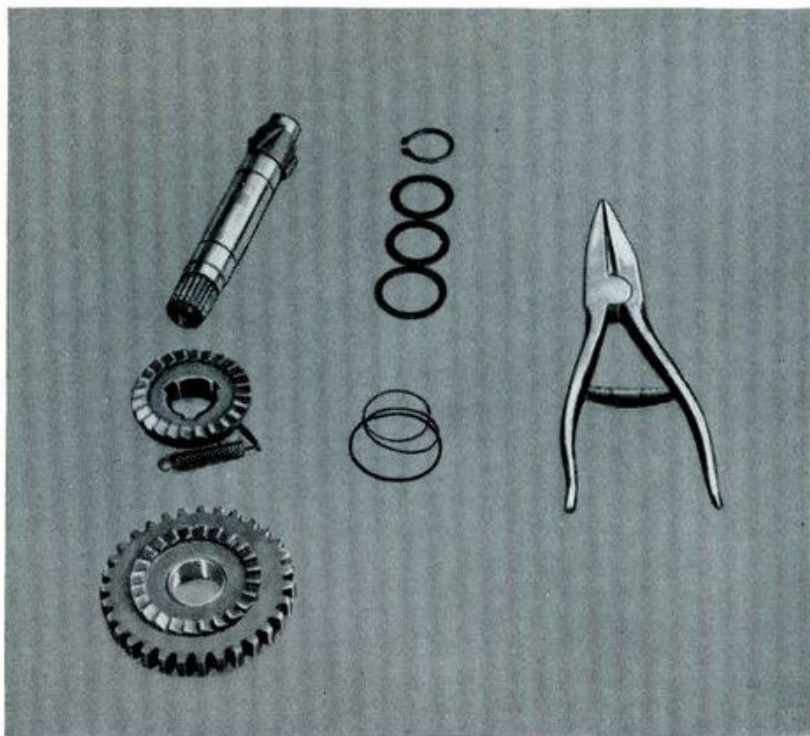

Fig. 9
- op. 16 - Smontare il meccanismo di innesto dell'avviamento: togliere l'anello seeger. Vedi fig. 9.